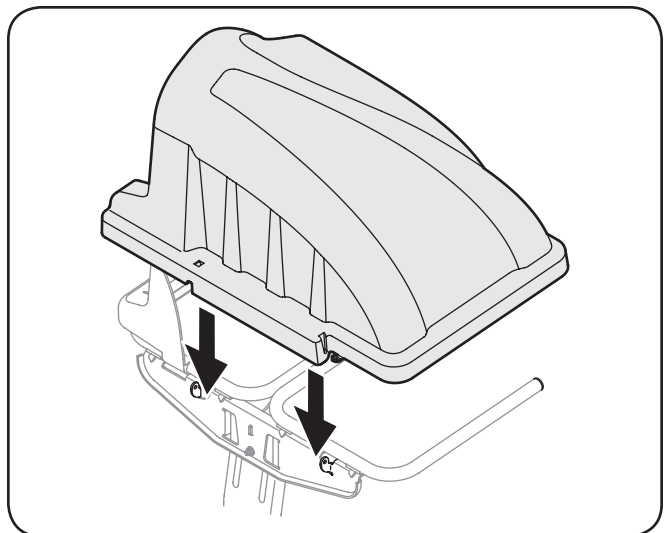

Figure 4-15
5. Installez le couvercle du dispositif d'ensachage sur l'assemblage du support de sac, comme illustré à la figure 4-15. Le couvercle de plastique doit être installé à l'intérieur des deux languettes de montage.